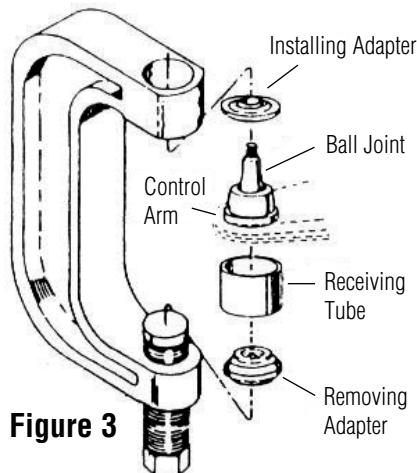

Figure 3
1. Assemble the ball joint press over the control arm as shown in Figure 3. Select the correct size receiving tube, and position it under the vehicle ball joint as shown.
1. Monter la presse pour rotules sur le bras de suspension comme illustré en Figure 3. Sélectionner un tube récepteur de la dimension requise et le positionner sous le joint à rotule du véhicule, comme illustré.